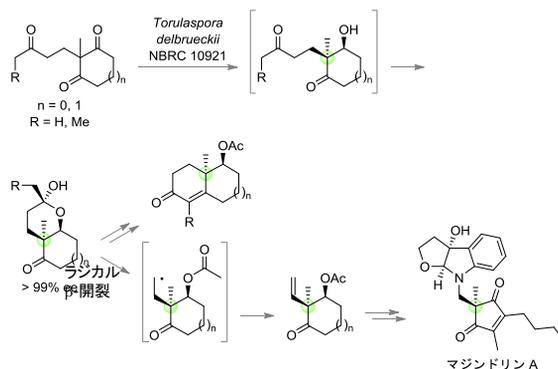

図2 微生物反応と有機合成を活用した
- ▶ プロキラルなカルボニル化合物に作用する微生物を探索し、酵母の一種 *Torulaspora delbrueckii* を選択し、不斉還元を行いました（図2）。
- ▶ 還元され生成したアルコールは、分子内環化反応を経て、光学的に純粋な二環性化合物へと変換しました。また、ラジカルb-開裂などの化学変換を開発し、インターロイキン6の活性阻害剤マジンドリン A の形式全合成に成功しました（図2）。